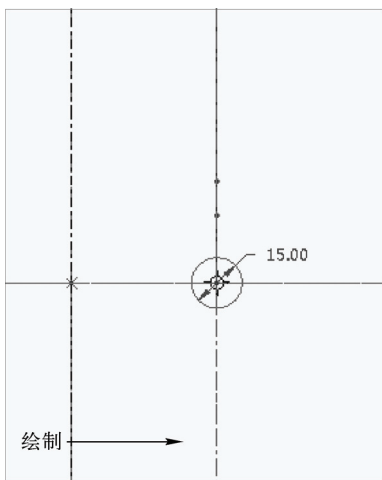

图 9-45 绘制草绘截面二
STEP 05 进入草绘环境，单击“草绘”选项卡中的相应按钮，绘制草绘截面，如图 9-45 所示。